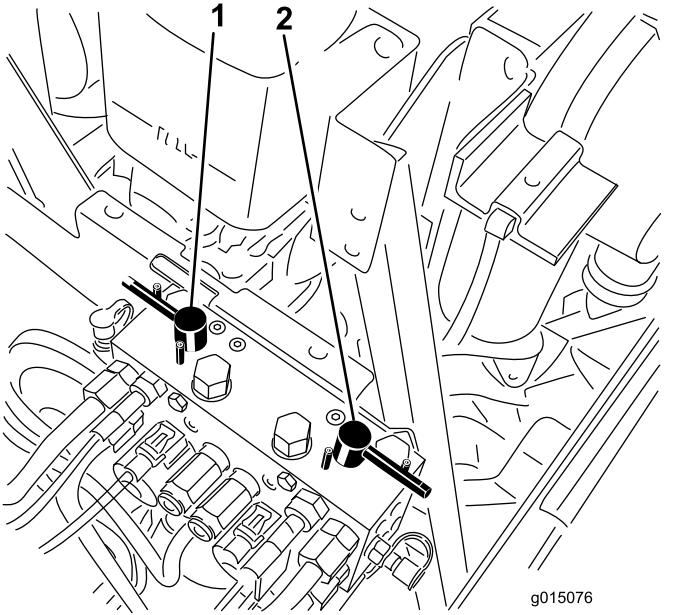

Figura 103
4. Selezionate le leve di lappatura anteriore, posteriore o entrambe per stabilire gli elementi da lappare (Figura 103).